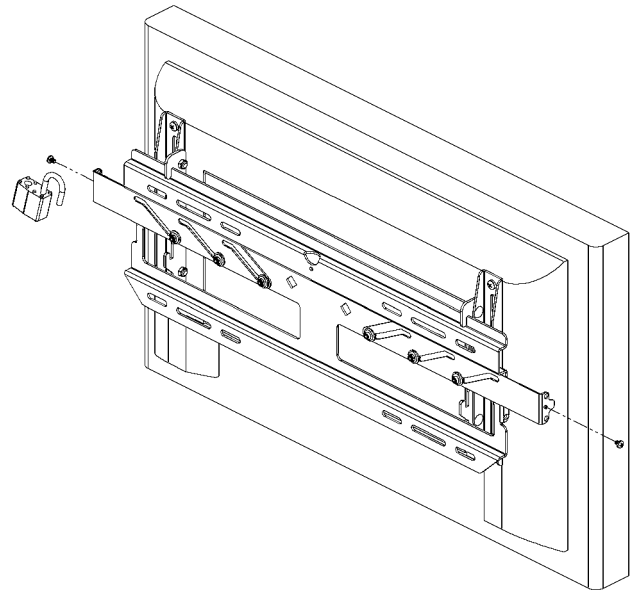

Figura 10. Retire los herrajes de seguridad
1. Si es aplicable, retire los tornillos autoroscantes (70) y/o candados de ambos lados de la placa de pared. Estos herrajes proporcionan seguridad (véase la figura 10).